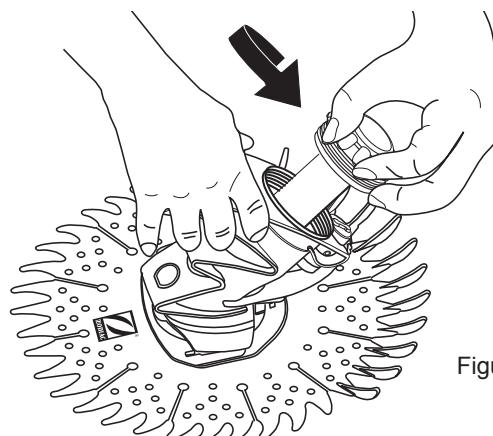
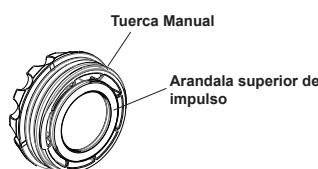

Figura 2
Figura 3
1. Desenrosque la tuerca manual (ver Figura 2) y la arandala. Las ponga a un lado. La arandala esta diseñado para permanecer dentro de la tuerca manual separarse como una unidad singular (ver Figura 3).